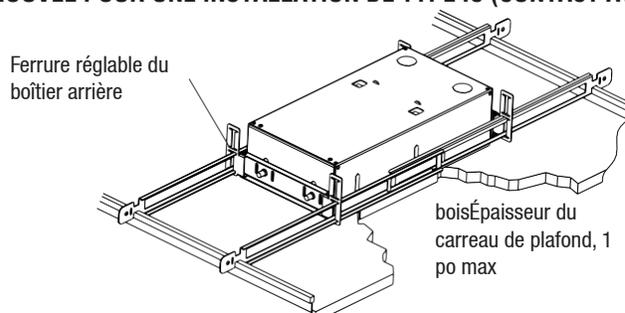

Figure 2: Montage au T jusqu'à 2 po de haut
1. Pour installer le boîtier arrière sur les profilés en T, orienter les ferrures réglables du boîtier arrière afin de permettre aux supports de glisser à travers chaque rainure en « I » (figure 2). (**NOTE : pour accéder aux ferrures réglables des supports, vous devez d'abord retirer le couvercle des épissures et ou la batterie. Se reporter à la p. 3 pour les instructions sur le retrait du couvercle du boîtier d'épissure, figures 7 et 8**). Ajuster la hauteur de la ferrure montée sur le boîtier arrière, puis serrer les boulons à l'intérieur du boîtier arrière. Les supports reposent directement sur les profilés en T du faux plafond.